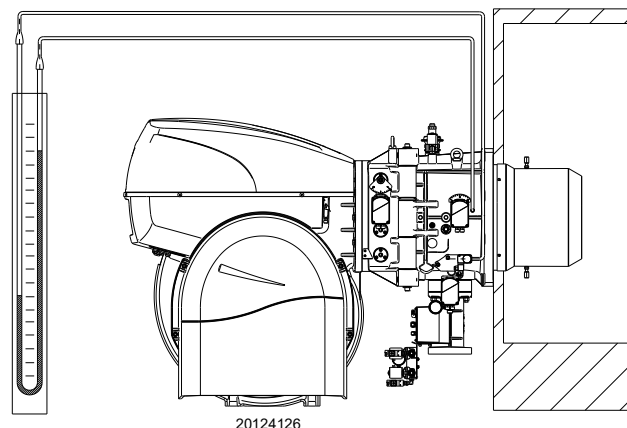

Fig. 35
- Monter un manomètre en U ou un manomètre de type différentiel (Fig. 35), avec la prise (+) sur la pression de gaz du manchon et (-) dans la chambre de combustion. Ceci sert à obtenir approximativement la puissance MAX. du brûleur.
L'arrivée de gaz au manchon est mise en évidence sur le manomètre en U (Fig. 35).